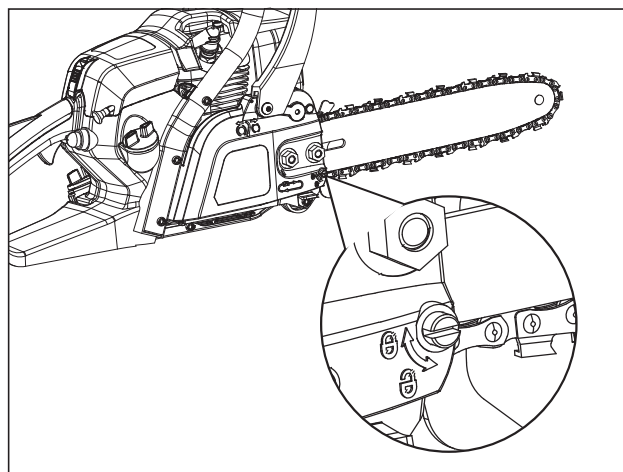

Fig. 2
2. Si es necesario hacer ajustes, primero afloje las tuercas de montaje de la barra y luego afloje el tornillo de tensión de la cadena de aserrado girándolo en sentido antihorario con la llave de bujía (Fig. 2).